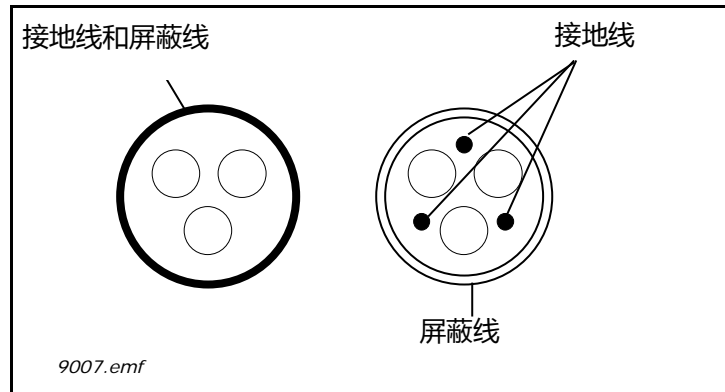

图 21.
- 2=带同心保护线的对称的动力电缆，并适于特定主电源电压（建议使用 MCMK 或同类产品）。参阅图 21。
3= 配备紧凑型低阻抗屏蔽的对称的动力电缆，并适于特定的主电源电压（建议使用 MCCMK, EMCCK 或同类产品，并建议电缆阻抗（1...30MHz）最大值为 100 mohm/m）。参阅图 21。